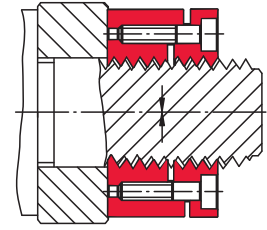

Bild 3
4. Jetzt erst Stellmutter zunächst mit einem erhöhten Vorspannmoment (ca. 30%) gegen die Plananlage festziehen, dann wieder lösen und schließlich mit dem vorgegebenen Vorspannmoment anziehen (Bild 3). Durch diese Maßnahme wird ein nachträgliches Setzen an den Kontaktflächen (Gewindeflanken, Plananlagen) vermieden.